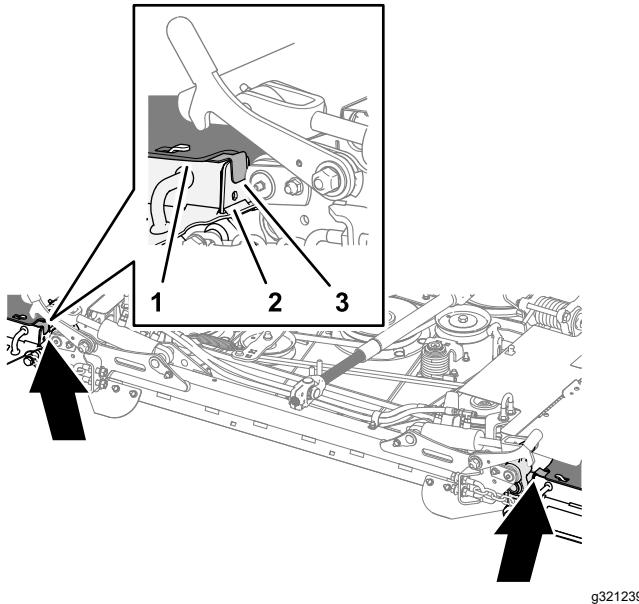

Figura 34
2. Instale os calços da plataforma na parte frontal da plataforma como se mostra na Figura 34.
1. Instale os calços da plataforma na parte frontal da plataforma como se mostra na Figura 34.